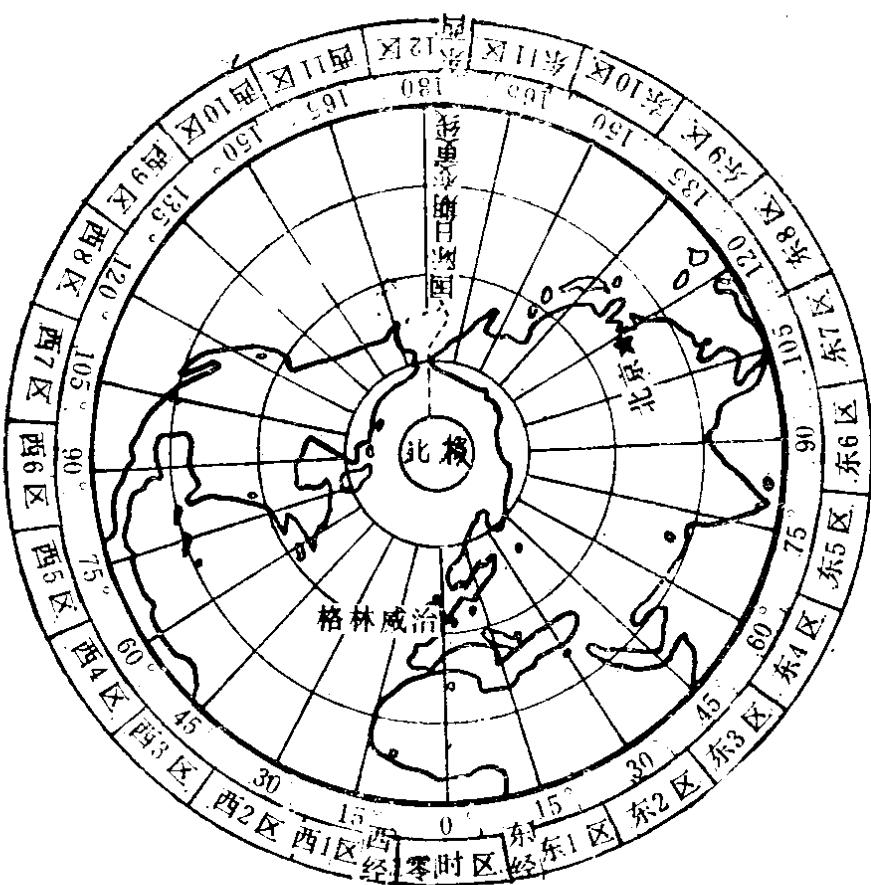

图1-1 时区的划分
10. 地球周而复始地自西向东自转，地球上任何位置都每日以24小时的时间循环，在地球东西的不同位置，看到太阳先后也不同，形成所谓的经度“时差”，所以世界各地的地方时都不同。如伦敦中午12时，我国北京的时间约为下午7时45分，上海约为下午8时零6分，这使人们生活和交往都不便。因此规定以地球表面相隔15度的经线为一个时区，共分为24个时区（ $24 \times 15 = 360^\circ$ ），以英国格林威治天文台所在的零度经线，又叫“本初子午线”为世界上标准时间的起点，向东西经线各 $7^\circ 30'$ 的范围内为零时区。从零时区边界线向东每隔 15° 的区域内提早一小时，依次划12个时区，称东1区～东12区，向西同样划分（东西12区两者重合），如图1-1。